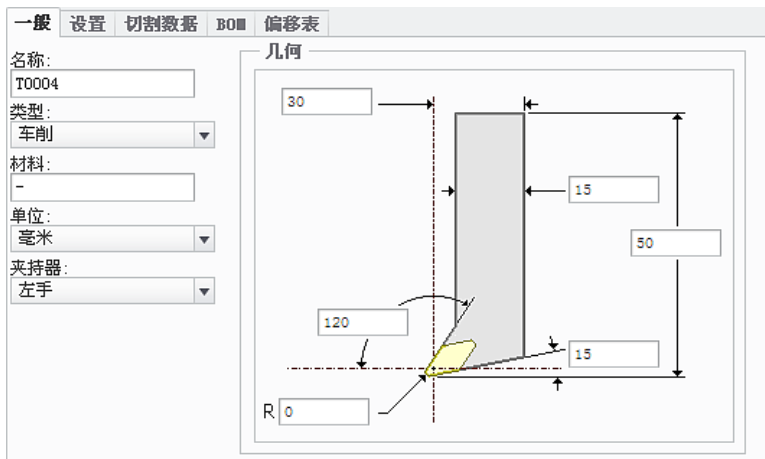

图 10.3.30 设定刀具一般参数
Step4. 在弹出的“刀具设定”对话框中单击  按钮，然后在  选项卡中设置图 10.3.30 所示的刀具参数，设置完毕后依次单击  和  按钮，返回到“螺纹车削”操控板。